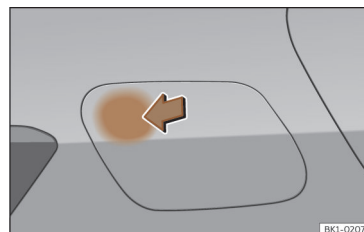

Fig. 55 Abertura da tampa da tomada de carregamento.
- Com o veículo desbloqueado, ao pressionar sobre a zona indicada da tampa de carregamento da bateria, esta abre-se >>> Fig. 55.